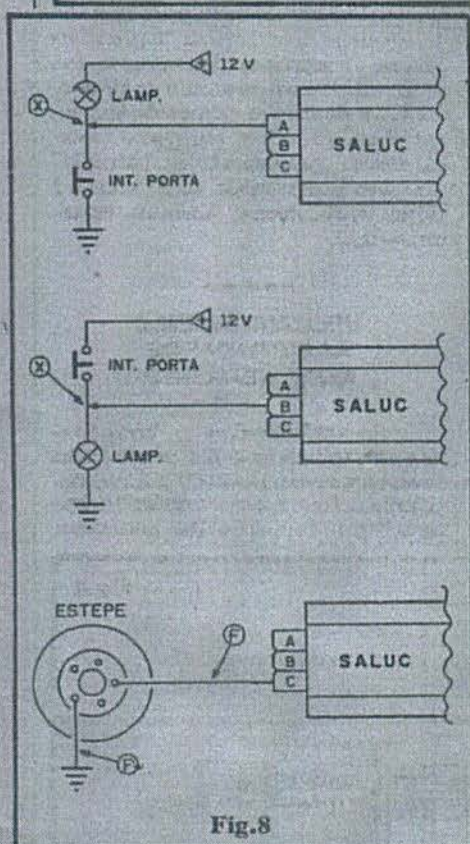
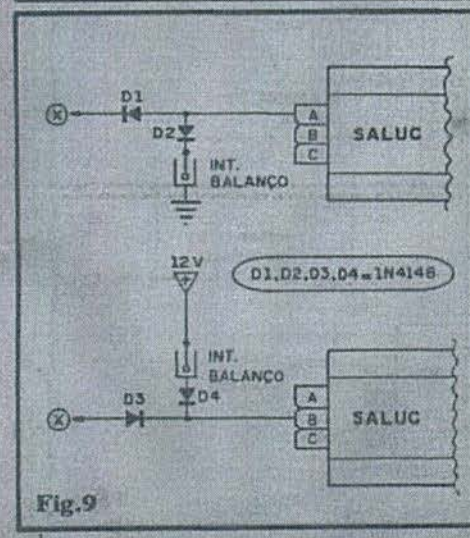

Fig. 8
Fig. 9
- FIG. 8-A - Como é ativada por momentânea "negativação", se a Entrada "A" for controlada por um interruptor de porta (que normalmente acende a luz interna, de "cortesia"...), a conexão deverá ser feita ao ponto "X" indicado... Esse esquema vale, obviamente, para o caso (mais comum) do interruptor de porta ter um "lado" normalmente "aterrado", e o outro eletricamente ligado à lâmpada (cujo "outro" lado fica, permanentemente, energizado pelos 12V positivos...). Note que nada precisa ser "mexido" ou modificado no sistema elétrico ou cabagens originais do veículo, bastando acrescentar a ligação "X"...
- FIG. 8-B - Em alguns casos, o interruptor de porta pode ser originalmente ligado conforme o diagrama, com um "lado" permanentemente recebendo os 12V positivos, e o "outro" conectado à lâmpada, que - por sua vez - tem o seu outro terminal "aterrado"... Em tal configuração, deve ser usada a Entrada "B" de sensoramento, acoplada eletricamente ao ponto "X" (nada precisa ser alterado nas conexões originais entre interruptor, lâmpada e alimentação do sistema elétrico do veículo...). Note que, em qualquer dos casos (8-A ou 8-B) conexão de sensoramento é sempre feita entre o interruptor e a lâmpada...
- FIG. 8-C - A proteção de equipamentos (de estrutura metálica) que ficam normalmente dentro do carro (rádio, toca-fitas, estepe, macaco, etc.) também já foi descrita, mas o diagrama torna as "coisas" mais claras... O exemplo é dado "em cima" do estepe, mas a organização vale para qualquer dos casos sugeridos... Basta efetuar com fio fino (fácil de "arrebentar") e isolado, as conexões marcadas com
A fig. 9 dá algumas "dicas" elementares de como ligar ou acrescentar outros sensores (interruptores momentâneos de balanço ou vibração, chaves de mercúrio, REEDs, etc.) ao sistema centralizado no SALUC. Em 9-A temos o diagrama para aproveitamento da Entrada "A", e em 9-B para a utilização da Entrada "B"...
Em qualquer dos dois exemplos, os diodos 1N4148 apenas serão necessários se o Leitor/Hobbysta pretender fazer também as conexões ao interruptor de porta (fig. 8). Se a idéia for utilizar apenas os interruptores de balanço (ou outro tipo, sensível...), os diodos não precisam ser intercalados, podendo os ditos sensores serem ligados diretamente (entre "A" e "massa", no primeiro exemplo, ou entre "B" e 12 VCC positivos, no segundo...)
- Imediatamente antes de sair do carro, o motorista liga o interruptor oculto do SALUC, com o que "ganha" cerca de 20 segundos para abandonar o veículo (dá tempo de sair toda a tropa, mesmo que a família seja grande...) e fechar as portas eventualmente monitoradas (fig. 8), considerada também uma boa "tolerância" para que cessem vibrações e balanços que ativariam sensores outros (fig. 9). Apenas decorridos tais 20 segundos (alteráveis, conforme explicamos no início...) é que o SALUC iniciará o seu plantão de vigilância...
- Voltando ao carro, o usuário tem cerca de 5 segundos para, após abrir a porta eventualmente monitorada (fig. 8), desligar o interruptor secreto (se não o fizer, nesse "prazo", o SALUC dispara...). Na verdade, quanto mais curta for essa "carência" de Entrada, melhor (para efeito de segurança, uma vez que ladrões realmente espertos e "profissionais" podem fazer "mil e uma", em poucos segundos...). No entanto, para o motorista, conhecedor da posição ocupada pelo interruptor, bastarão na realidade uns 2 ou 3 segundos para a operação, portanto... Quem for do tipo "molengão", contudo, poderá ampliar esse "prazo", nos conformes das explicações dadas no início do presente artigo...